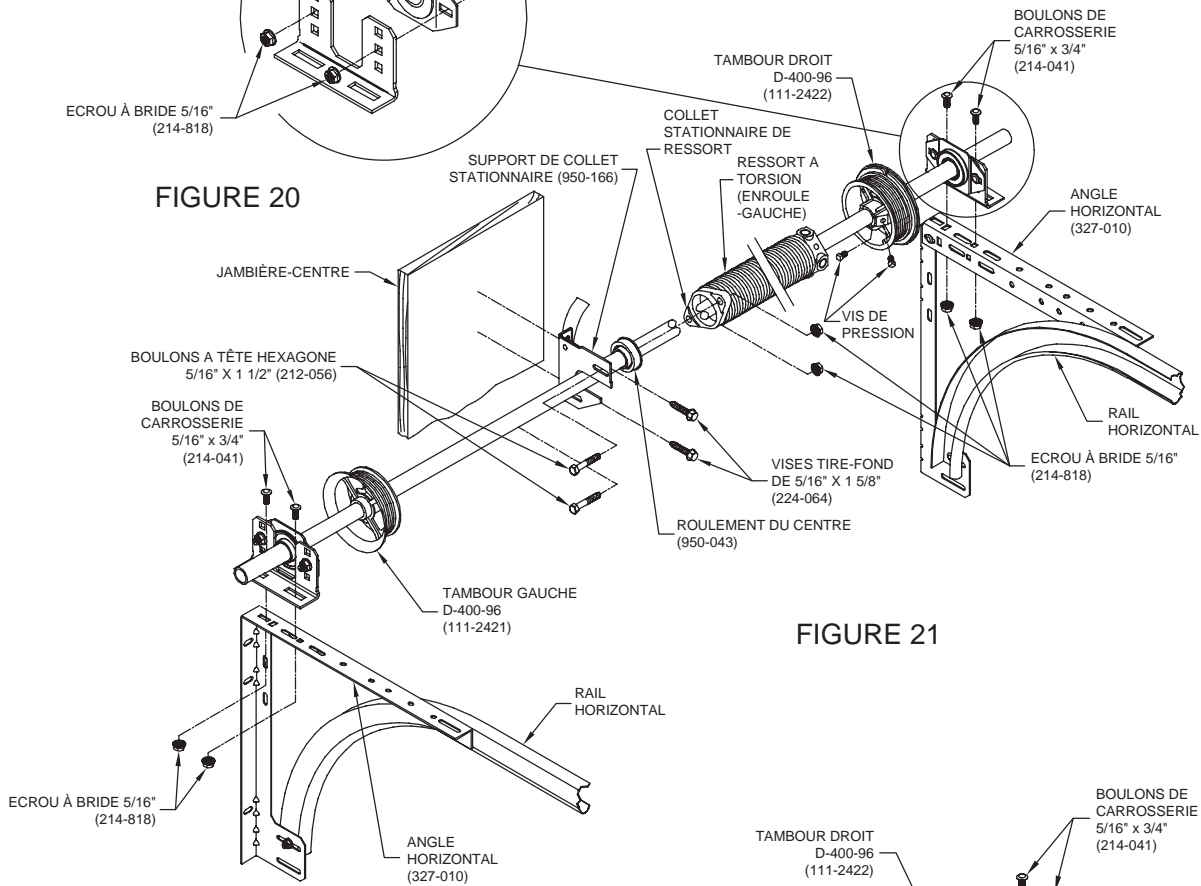

FIGURE 21
27) Coulissez les ensembles des ressorts simples ou des doubles (voir figure 21 pour ressorts simples et 22 pour les ressorts doubles) sur l'arbre ou le tube.